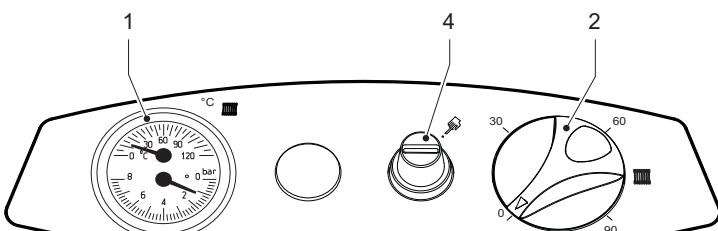

рис. 1 - Панель управления
- Поместите термостат регулировки котла (поз. 2 - рис. 1) на минимальное значение.
- Поместите термостат регулировки котла (поз. 2 - рис. 1) на требуемое температурное значение (не менее 50°).
Если повернуть рукоятку 2 на рис. 1 по часовой стрелке, температура воды в системе отопления повышается, и наоборот. Температуру воды в системе отопления можно регулировать в пределах от 30° до 90°. Однако не рекомендуется эксплуатировать котел при температуре ниже 45°.
Задайте с помощью комнатного термостата нужную температуру внутри помещения. При поступлении команды от комнатного термостата котел включается, обеспечивая нагревание воды в системе отопления до температуры, заданной регулирующим термостатом 2 на рис. 1. При достижении в помещении желаемой температуры котел выключается.
Давление напора при заполнении холодного контура, считанное гидрометром котла (поз. 1 - рис. 1), должно составлять приблизительно 1,0 бар. Если во время работы давление воды в системе упало (из-за испарения растворенных в воде газов) до величины ниже вышеуказанного минимума, пользователь должен открыть кран подачи воды (в поставку не входит) и довести давление до первоначального значения. По окончанию операции всегда закрывайте кран подачи воды.
Блокировка котла вследствие недостаточного удаления продуктов сгорания	Открутите крышку термостата дымовых газов (поз. 4 - рис. 1) и нажмите на кнопку под ним. В случае повторяющихся блокировок котла обратитесь в ближайший сервисный центр